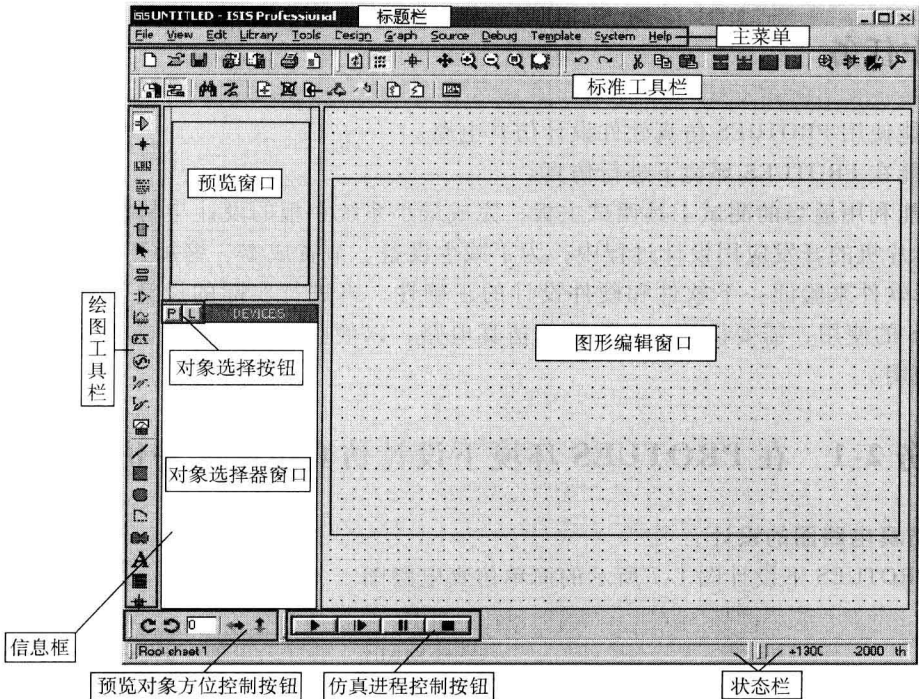

图 1-8 PROTUES 仿真界面
- 1) 启动 PROTUES 仿真软件，进入仿真界面，如图 1-8 所示。